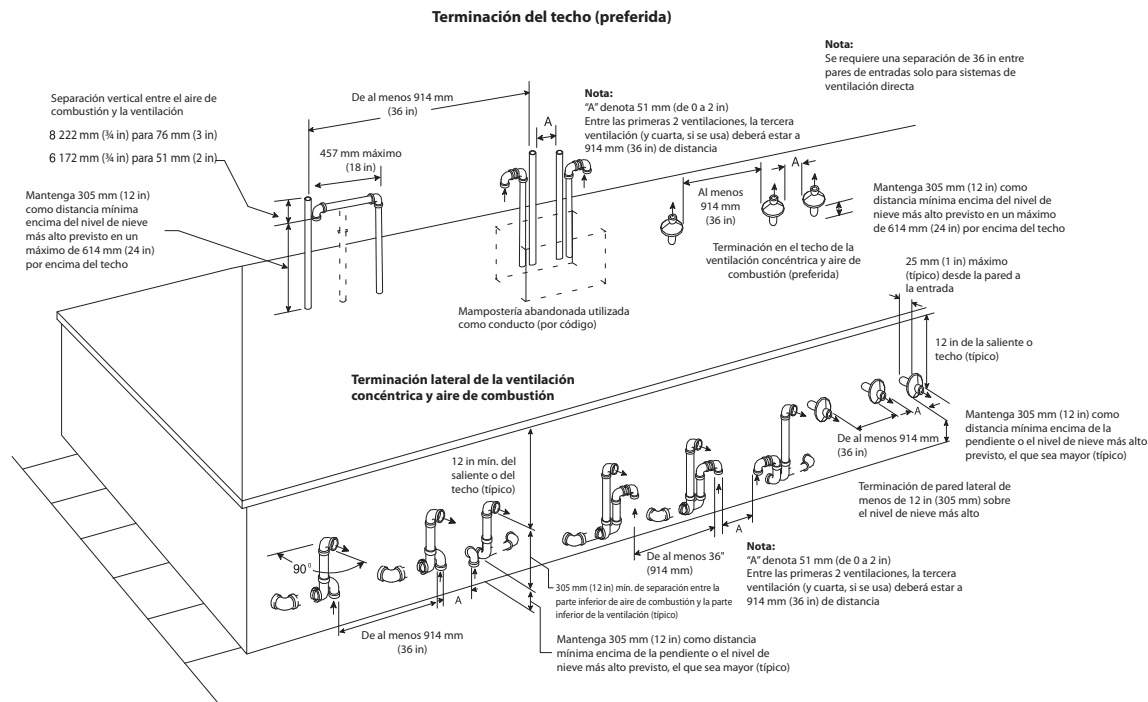
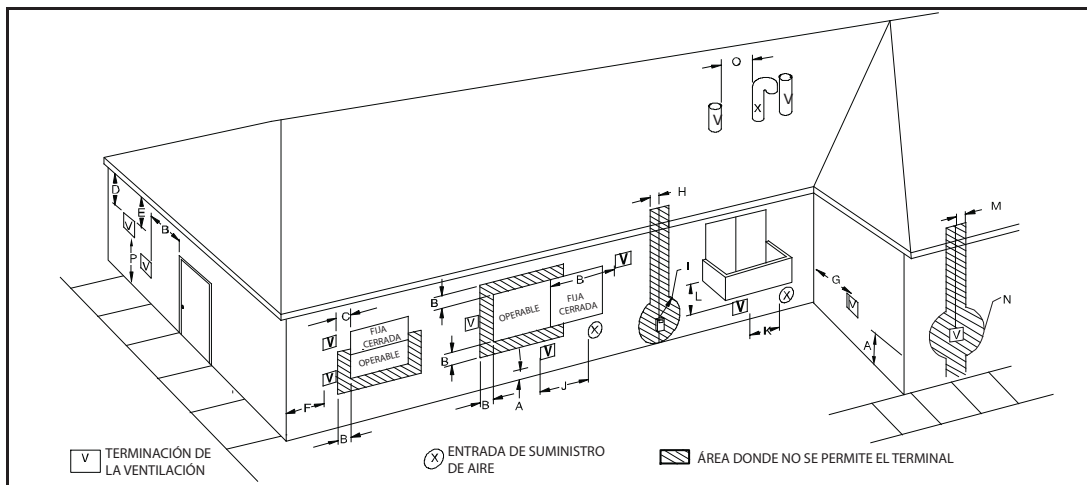

Fig. 41 – Terminación de aire de combustión y de ventilación para sistemas de ventilación directa (2 tuberías)
Fig. 46 – Distancia de la terminación de ventilación directa
Puede emplearse una chimenea de mampostería abandonada como vía de escape para tuberías de aire de combustión (si corresponde) y ventilación, siempre que estén debidamente aisladas y cuenten con el soporte necesario. Cada calefactor debe contar con sus propias tuberías de aire de combustión y ventilación que deben terminar por separado, como se muestra en Fig. 41 para sistemas de ventilación directa (2 tuberías) o en Fig. 43 para la opción de una tubería o aire de combustión ventilado.
En un sistema de ventilación directa (2 tuberías), todo el aire de combustión se toma directamente del exterior y todos los productos de la combustión se descargan a la atmósfera. El aire de combustión y las tuberías de ventilación deben terminar juntos en la misma zona de presión atmosférica, ya sea a través del tejado (opción ideal) o de un muro lateral. Consulte la Fig. 46 para ver referencias de las distancias que exigen las autoridades del código nacional.
Para la holgura de las terminaciones de ventilación, las referencias a los códigos nacionales se muestran en Fig. 46 para sistemas de ventilación directa/de 2 tuberías y en Fig. 47 para sistemas de aire de combustión ventilado/ventilación indirecta/de 1 tubería. Para configuraciones de terminación en el exterior, consulte en Fig. 41 para sistemas de ventilación directa/de 2 tuberías y en Fig. 43 para sistemas de aire de combustión ventilada/ ventilación indirecta/de 1 tubería. Comuníquese con las autoridades locales para informarse sobre otros requisitos o exenciones de los códigos nacionales que aparecen en las figuras.
- Cumpla con todos los requisitos de distancia de la Fig. 46 o la Fig. 47 según la aplicación.
Las tuberías de ventilación directa (2 tuberías) y de aire de combustión deben terminar fuera de la estructura. Consulte la Fig. 46 para ver las referencias a las distancias de ventilación que requieren las autoridades del código nacional. Las terminaciones de ventilación y aire de combustión permitidas se indican en la Fig. 41.